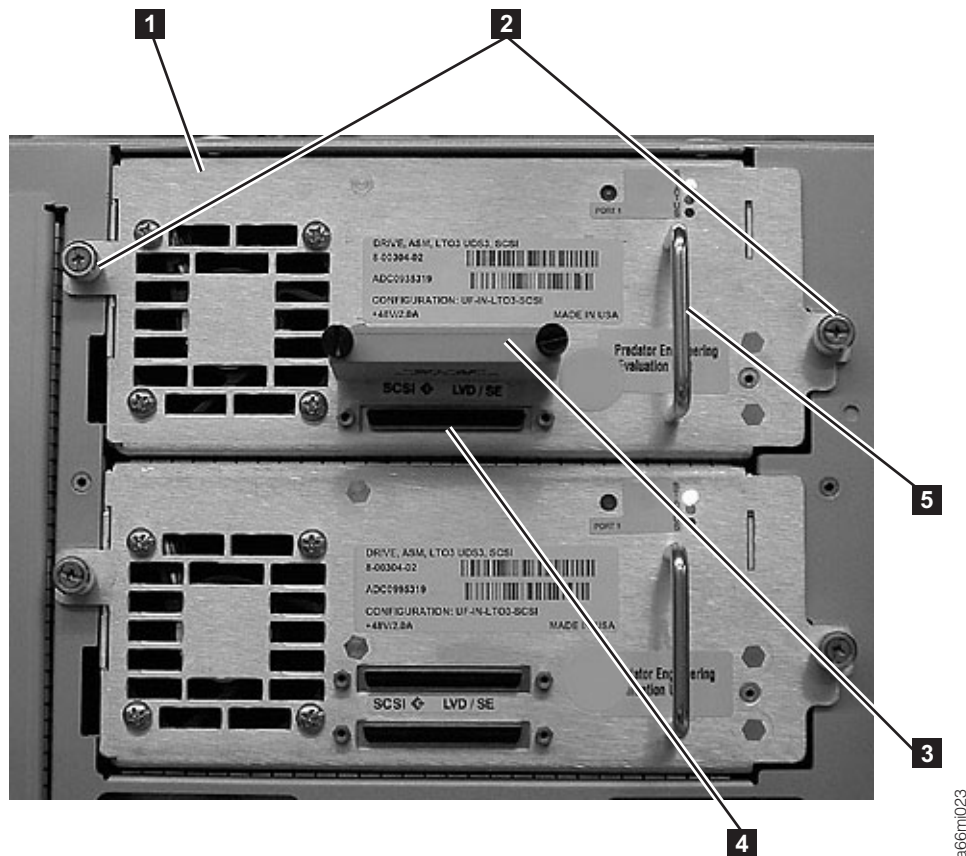

Abbildung 3-9. SCSi-Laufwerkschlitten (Detail)
1. Lösen Sie die beiden Rändelschrauben (**2** in Abb. 3-9), mit denen der Laufwerkschlitten befestigt ist, indem Sie die Rändelschrauben gegen den Uhrzeigersinn drehen.
2. Bauen Sie den Laufwerkschlitten aus. Fassen Sie hierzu den Griff (**5** in Abb. 3-9) an, und ziehen Sie den Laufwerkschlitten langsam heraus. Stützen Sie dabei den Laufwerkschlitten unten mit der Hand ab.